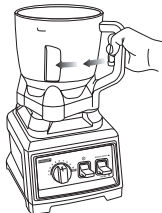

Fig. 16
- 4 Faites tourner le bol dans le sens des aiguilles d'une montre jusqu'à ce qu'il soit verrouillé en place. (Fig. 16)